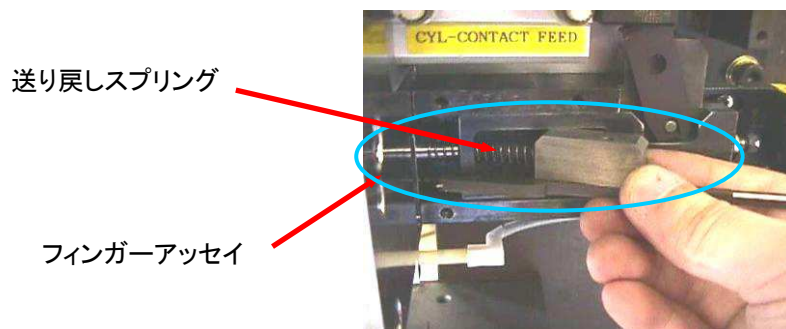

Fig 7-4-6
- ⑥ フィンガーアッセイを取り外して下さい。 [Fig 7-4-6]